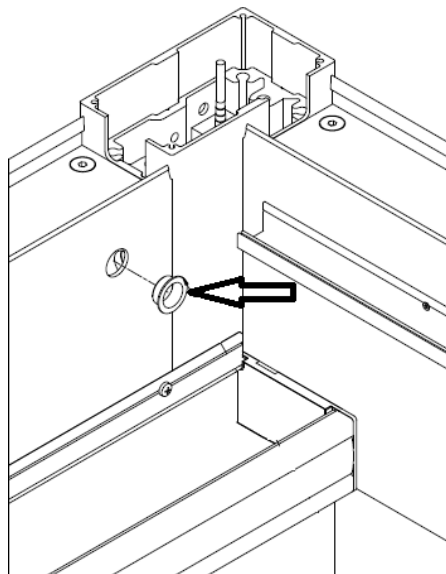

Abbildung 18
7. In die äußeren Öffnungen an beiden Enden der Längsträger müssen mit einem Hammer Kunststoffgleitringe auf die Seitenwand aufgeschlagen werden (Abb. 18).